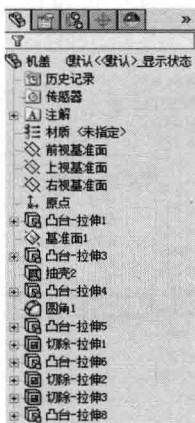

图 1-12 FeatureManager 设计树
- (1) FeatureManager(特征管理器)设计树，显示零件、装配体或工程图的结构。例如，从 FeatureManager 设计树中选择一个项目，可以编辑基础草图、编辑特征、压缩和解除压缩特征，如图 1-12 所示。